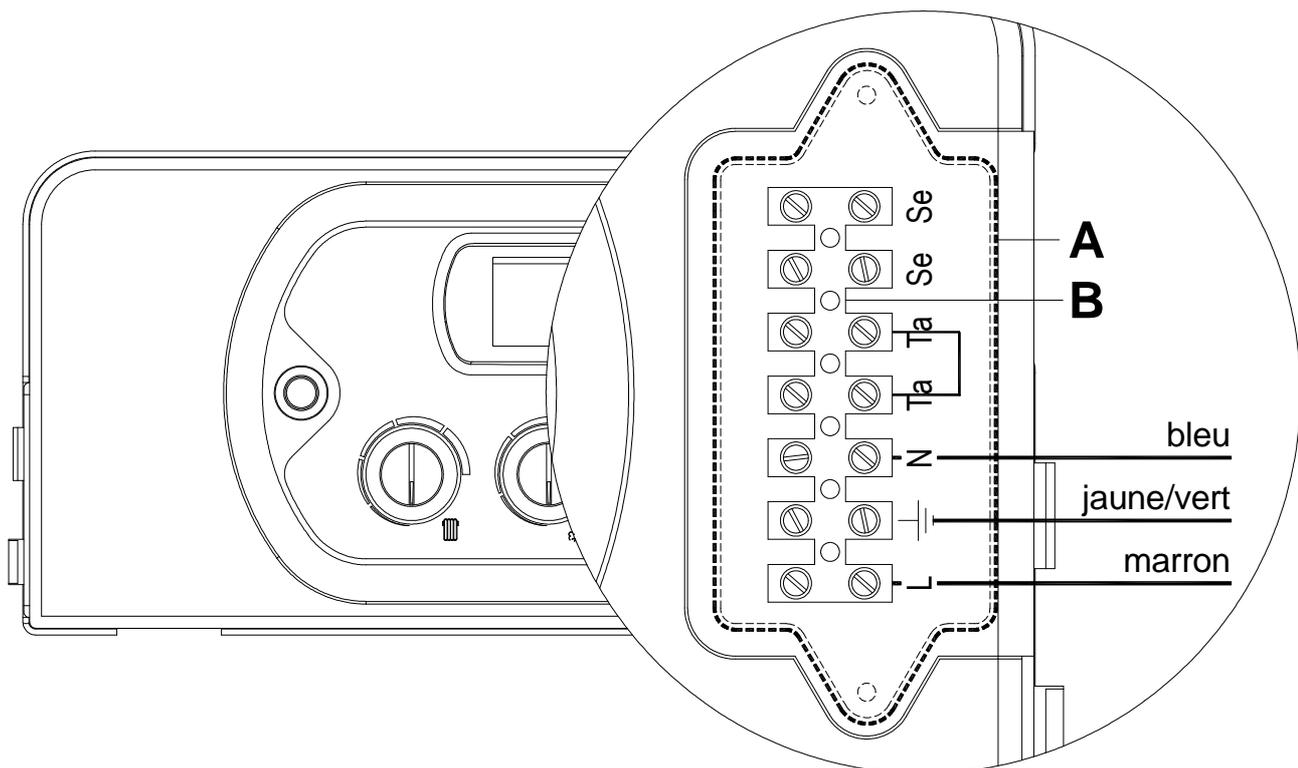

Fig. 1
- c. Dévisser les vis et retirer le couvercle A (voir fig. 1)